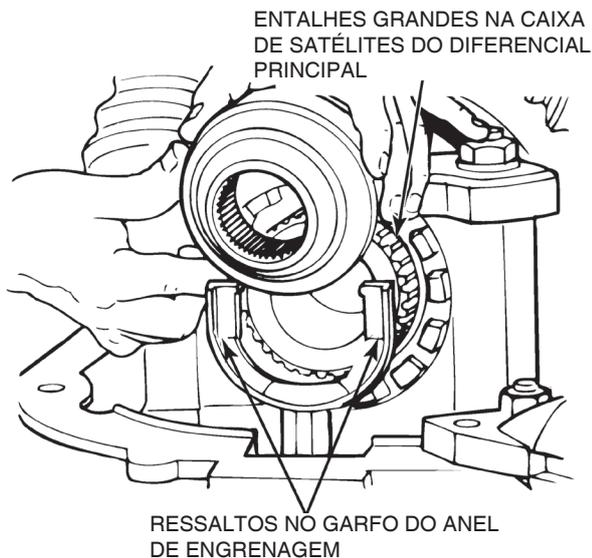

Figura 6.21
9. Posicione o anel de travamento sobre o garfo. O entalhado maior do anel de travamento deverá estar voltado para a caixa dos satélites principal. Use uma marreta de borracha para bater no anel de travamento até o mesmo passar através dos ressalto do garfo de acionamento. Figura 6.21.